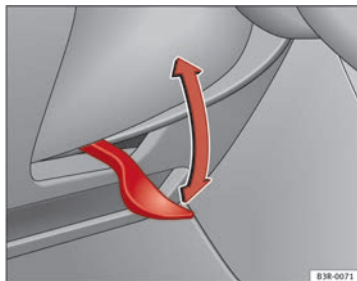

Fig. 134 Lever beneath steering column
- Push the lever ⇒ Fig. 134 down ⇒ ⚠.